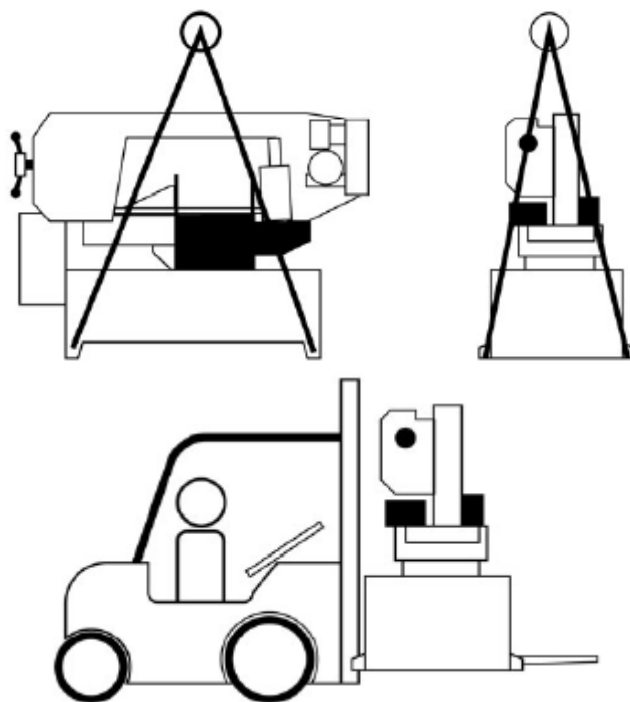

Рис.2
1. Используя подъемные ремни соответствующей грузоподъемности, которые должны быть изолированы от поверхностей станка, поднимите станок и установите на место работы. См. Рис.2.